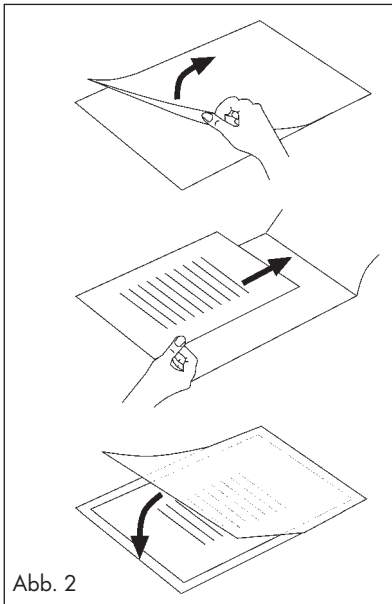

Abb. 2
- ☐ Beachten Sie, dass Sie lediglich eine Folie zum Laminieren verwenden. Klappen Sie diese vorher auf, wie beispielsweise in Abb. 2 dargestellt.